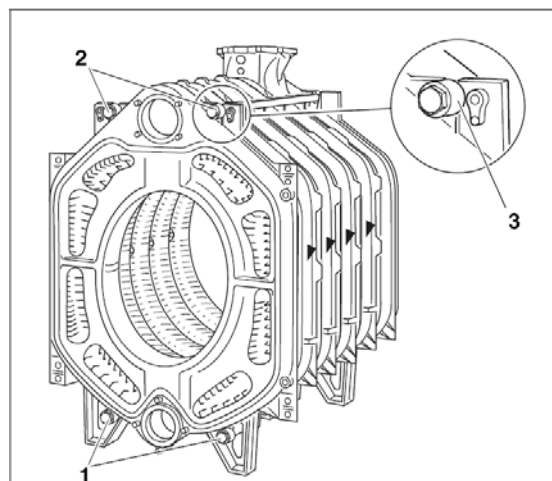

Fig. 17
- Sätt dragstängerna med de påsatta gummiavlastarna in i beslagen i vänster och höger sida, ovanför och nedanför vid sidan av nippelgången (Fig. 17, **pos. 1, 2 och 3**)